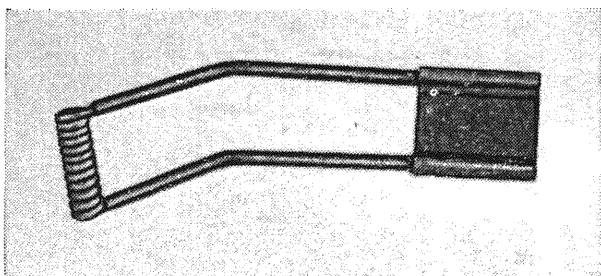

Рис. 104
11. Вставить пружину фиксирующих пальцев в гнездо крышки приемника, для чего с помощью приспособления для заправки пружин свести концы пружины и, удерживая ее в приспособлении, вложить в окно фиксирующих пальцев правых или левых (рис. 104).